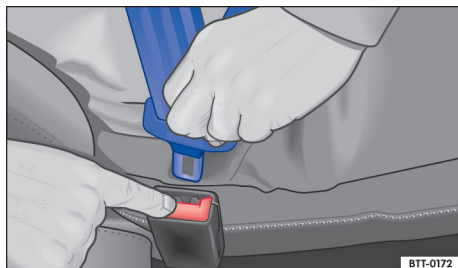

Fig. 34 Soltar a lingueta do cinto de segurança do fecho do cinto de segurança.
- Pressionar o botão vermelho no fecho do cinto de segurança → Fig. 34. A lingueta do cinto de segurança salta para fora.